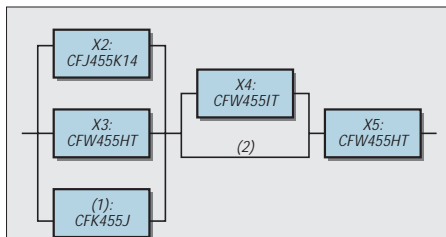

Bild 1: Filterbestückung in der Originalversion
Um den Grundgedanken der geplanten Modifikation besser verstehen zu können, verdeutlicht Bild 1 die Bestückung des HF-225 in der Europa-Variante. Wir betrachten da-
Die erste Filterbank besteht aus Filtern der nominalen (6-dB-) Bandbreiten 2,2, 6 und 3 kHz. Sie sind in Bild 1 mit X2, X3 und (1) bezeichnet. Die zweite Filterbank besitzt eigentlich nur ein Filter (X4) mit 4 kHz Bandbreite. Der zweite Pfad stellt eine